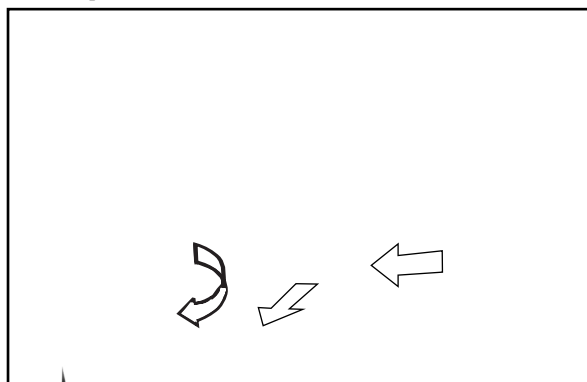

Figure 14.
11.2. Démontage de la poignée de porte (Fig. 14)